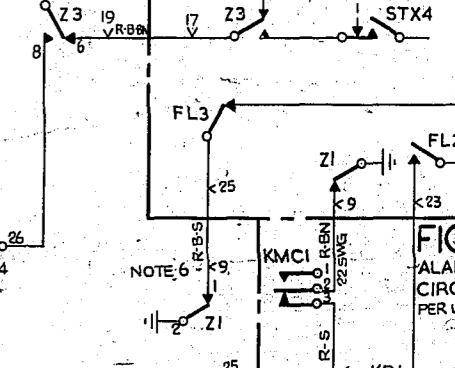

FIG. 4
- FIG. 4 - 80V 1.5A PER 5 CCTS.